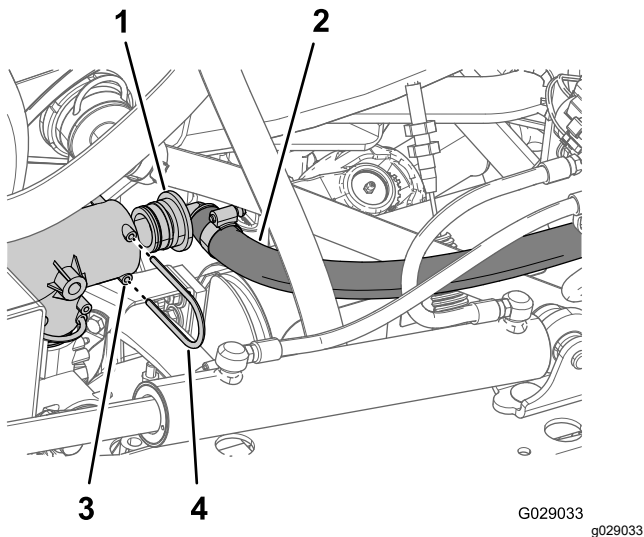

Figura 41
1. Montai butucul reductor la capătul furtunului de transfer, în portul interior al fittingului în T superior (Figura 41).
2. Fixai butucul reductor de fittingul în T cu ajutorul unui opritor (Figura 41).